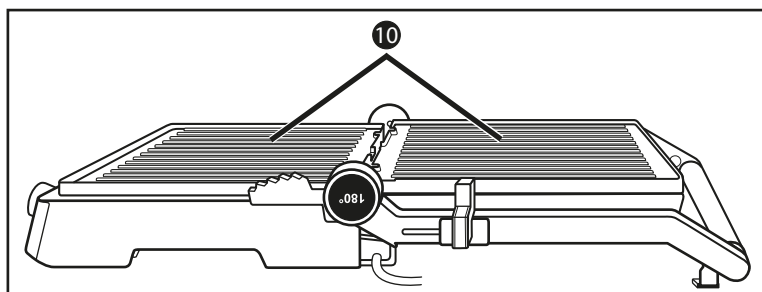

Fig. 2
- 3) Las placas de calentamiento ❷ están la una junto a la otra y pueden utilizarse como grill de mesa (fig. 2).